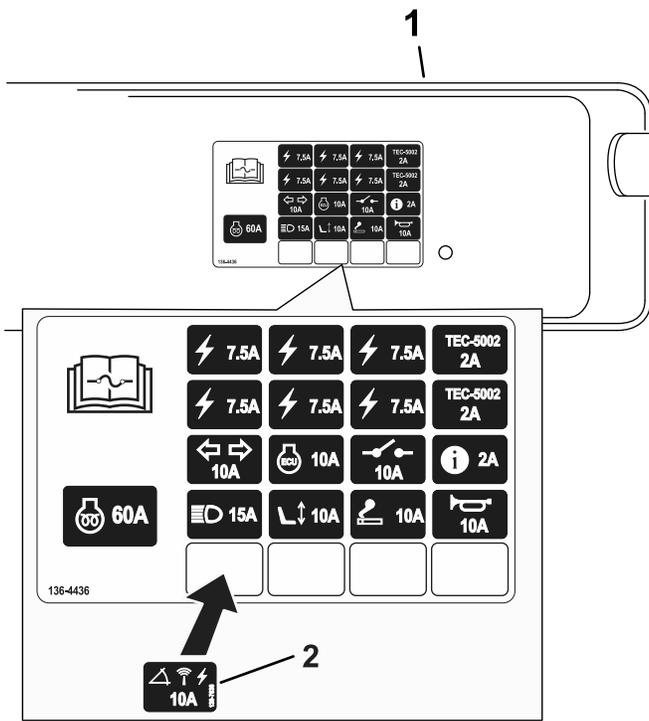

Bild 5
- Bringen Sie den Sicherungsaufkleber auf dem Aufkleber an, der sich unter der Steuergerätabdeckung Bild 5 befindet.